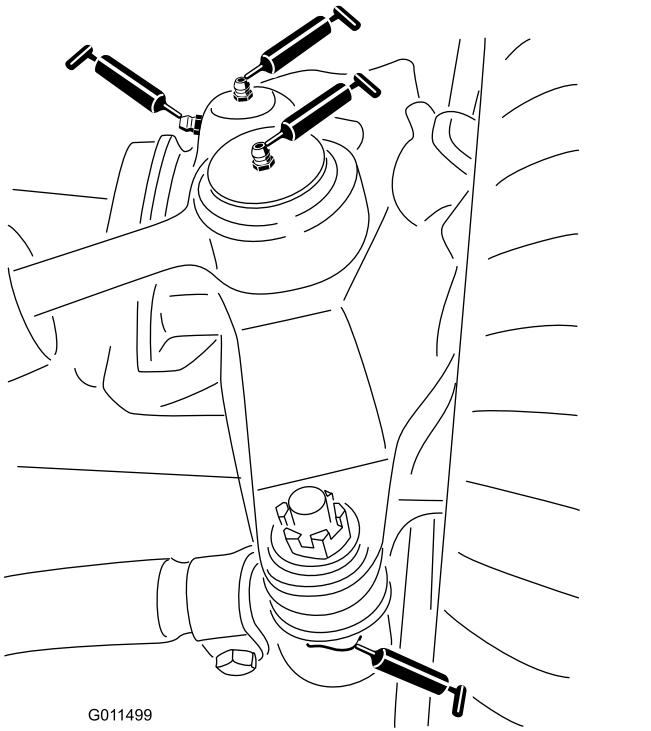

Figura 66
- 2 giunti a sfera del cilindro di sterzatura (Figura 66)
- 2 giunti a sfera del tirante (Figura 66)
- 2 boccole del perno del fuso a snodo (Figura 66).